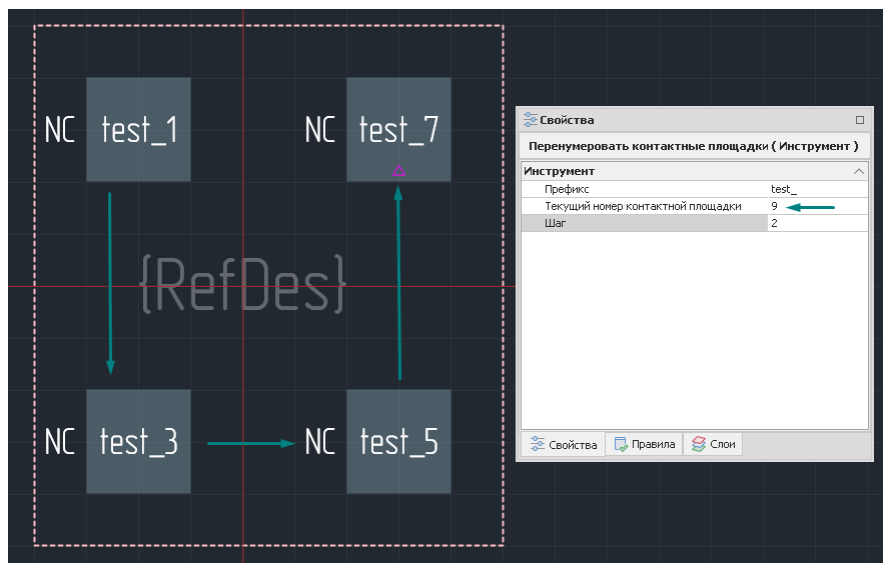

Рис. 129 Последовательное переименование контактных площадок
5. Последовательно переименовать соответствующие контактные площадки, перемещая курсор, см. Рис. 129.